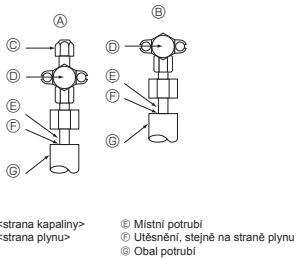

Fig. 5-4
5.4. Způsob testování vzduchotěsnosti potrubí chladicí kapaliny (Fig. 5-4)